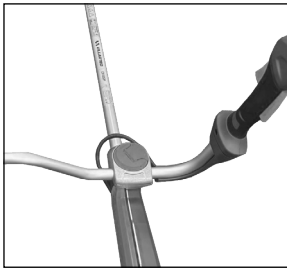

Рис. 5
4. Установить держатель с рукояткой на antivибрационный корпус и закрутить фиксатор. (Рис. 5)